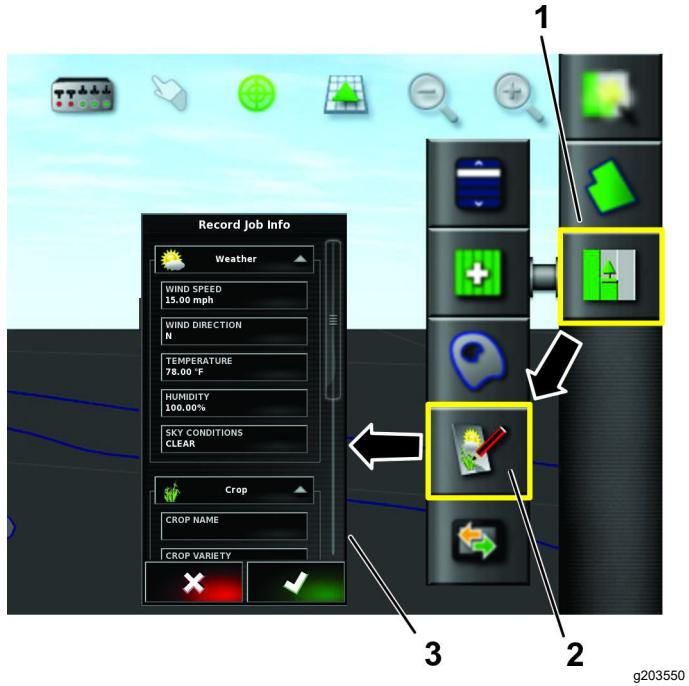

图 24
2. 按作业图标图 24。
3. 按记录作业信息图标 图 24。